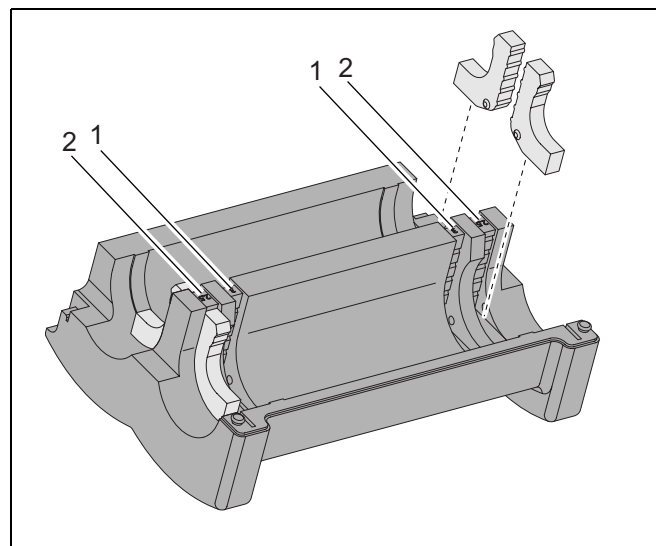

Рис. 10 Внутренняя изолирующая оболочка
- Во внешних теплоизоляционных оболочках сборных линий 2½" и 3" установите уменьшающие вставки. Вставки для сборной линии 2½" установите в наружных выемках. Вставки для сборной линии 3" установите во внутренних выемках (рис. 10, поз. 1).